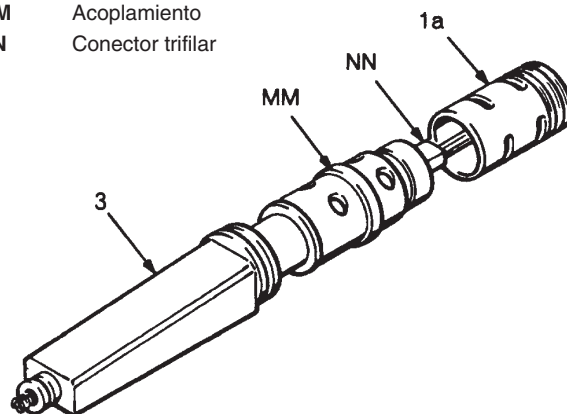

Fig. 21
2. Girar cuidadosamente el alternador de turbina (1a) en *sentido antihorario* y extraerlo del dispositivo de alimentación de energía (3) lo suficiente para que se desenclave del acoplamiento (MM). A continuación, seguir extrayendo lentamente el alternador de turbina del dispositivo de alimentación de energía, desconectando el conector trifilar (NN). Ver Fig. 21.
3. Mediante un ohmímetro, probar el devanado en el alternador de la turbina (1a). Medir la resistencia entre los dos terminales exteriores del conector trifilar (NN). La resistencia debe ser de 3 a 5 ohmios. Si la lectura varía de este valor, cambiar el alternador.
4. Medir la resistencia entre cada terminal exterior del conector trifilar (NN) y el alojamiento del alternador de turbina (1a). La resistencia debe ser infinita. Si la resistencia no fuere infinita, cambiar el alternador.
5. Conectar parcialmente el conector trifilar (NN) en las patillas interiores del dispositivo de alimentación de energía (3). Ver Fig. 21. Mediante un destornillador pequeño, empujar el conector sobre las patillas hasta que quede apoyado en éstas.